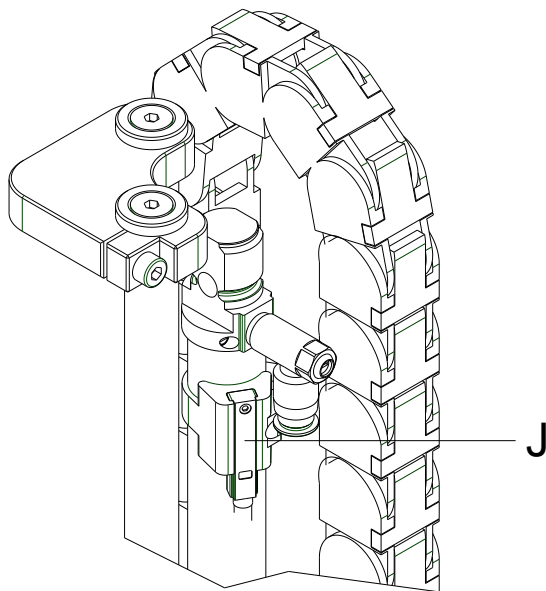

Abbildung 17
2. Schrauben (C) lösen.
3. Sensorhalter (D) mit Sensor (A) entnehmen.
4. Schrauben (B) entfernen.
5. Schrauben (G) herausdrehen, um die Energiekette (F) einseitig zu lösen.
6. Die ineinander verhakten T-förmigen Teile (I) aus den U-förmigen Teilen (H) der Energiekette lösen (siehe Abbildung 17).
7. Sensor (A) aus der Energiekette (F) herausziehen.
8. Stecker (L) des Sensors (A) von der Leiterplatte (K) trennen.
9. Neuen Sensor (A) mit der Leiterplatte (K) verbinden.
10. Neuen Sensor (A) in die Energiekette (F) einbringen.
11. Energiekette (F) wieder schließen. Dazu die T-förmigen Teile (I) in die U-förmigen Teile (H) eindrücken.
12. Energiekette (F) wieder montieren und Schrauben (G) anziehen.
13. Sensor (A) mit Schrauben (B) am Sensorhalter (D) befestigen.
14. Sensorhalter (D) an Führungsplatte (E) mit Schrauben (C) befestigen.